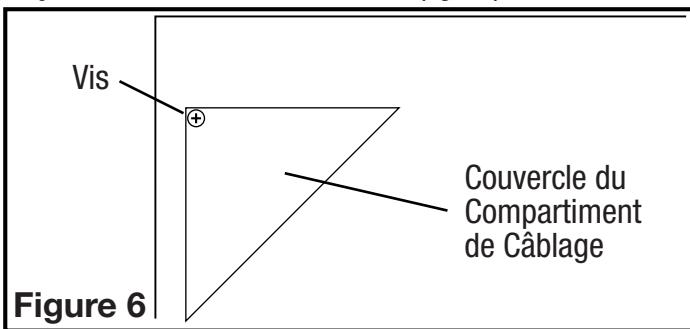

Figure 6
- 1a. **Compartiment de Câblage Extérieur** : enlever la vis du couvercle du compartiment à câblage et mettre ce couvercle dans un endroit fiable (**Figure 6**).